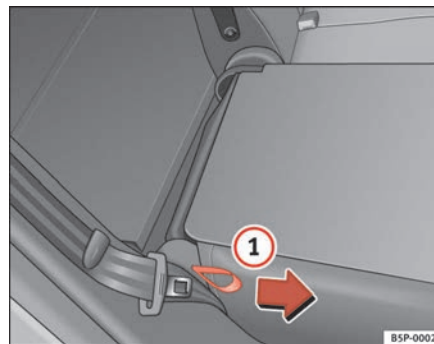

Fig. 100 Abatir o levantar el respaldo del asiento posterior
- Tire del lazo situado en el lateral del asiento ⇒ fig. 100 ① en la dirección de la flecha y levante el respaldo hasta que encastre.